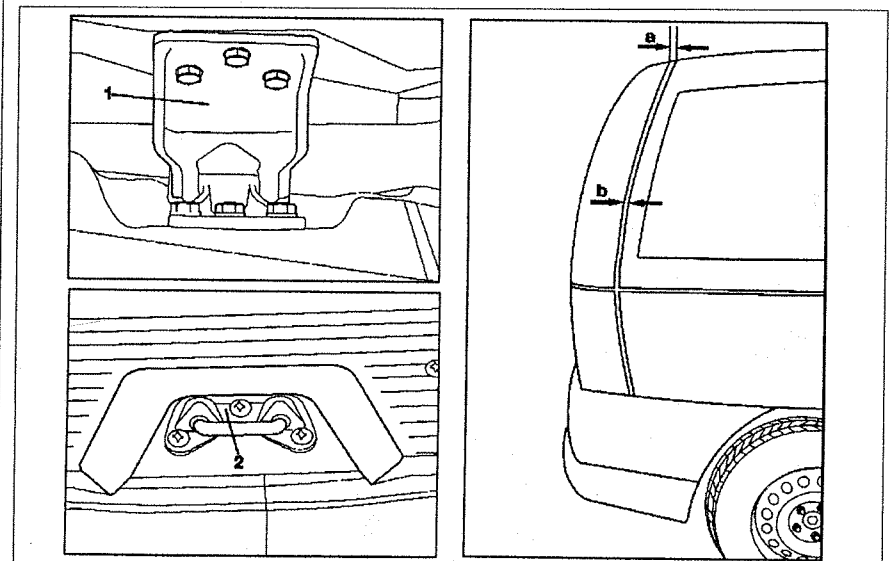

Рис. 11.8. Регулировка задней двери:
2. Ослабьте петли двери 1 и отрегулируйте расстояние А и плоскостность относительно боковой панели путем перемещения задней двери горизонтально (см.рис.11.8).